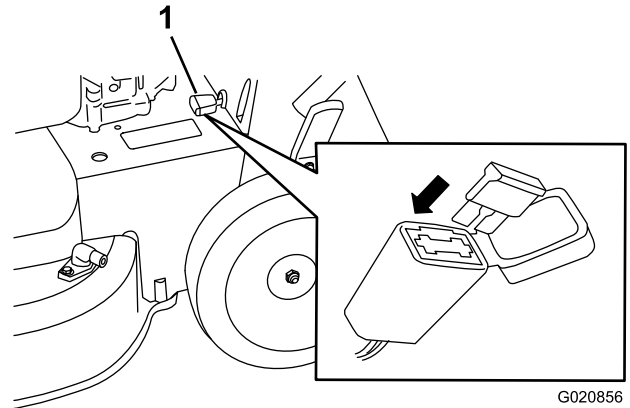

Bild 32
1. Öffnen Sie die abgedichtete Sicherungsfassung und wechseln Sie die Sicherung aus (Bild 32).